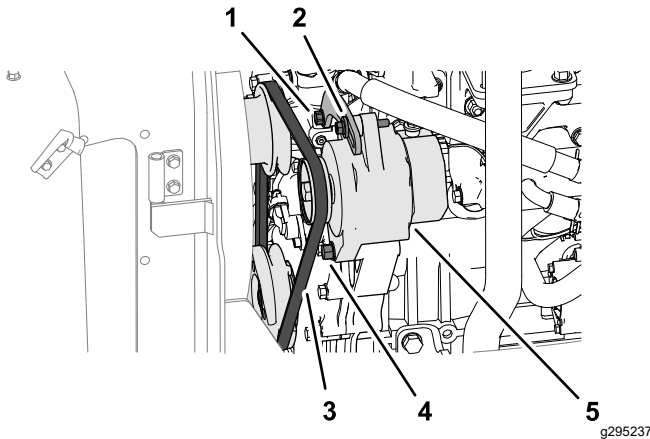

Figure 67
1. Exercez une force de 10 kgf sur la courroie d'alternateur (Figure 67) à mi-chemin entre les poulies.
- Si la courroie présente une flèche de moins de 10 mm, desserrez le boulon de pivot de l'alternateur et le boulon de tension (Figure 67), et réduisez la tension de la courroie.
- Si la courroie présente une flèche de plus de 10 mm, desserrez le boulon de pivot de l'alternateur et le boulon de tension (Figure 67), et augmentez la tension de la courroie.
Remarque: Au besoin, desserrez le boulon du support de tension (Figure 67).
3. Serrez les boulons (Figure 67).